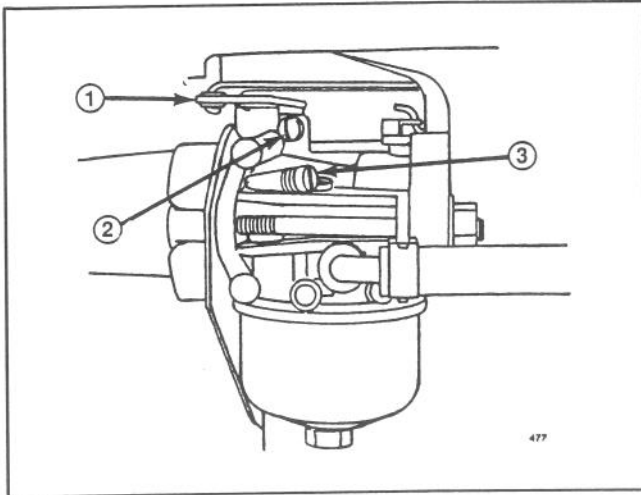

Abbildung 20
1. Das Leerlaufmischungsventil durch vorsichtiges Drehen im Uhrzeigersinn soweit drehen, bis es sich **soeben** schließt (Abb. 20). Ein zu festes Drehen kann zu Schäden führen.
4. Die Drossel (Abb. 20) im Uhrzeigersinn drehen und gegen die Leerlaufeinstellschraube (Abb. 20) drücken, während die Leerlaufschraube soweit gedreht wird, bis 1750 U/min. erreicht werden.